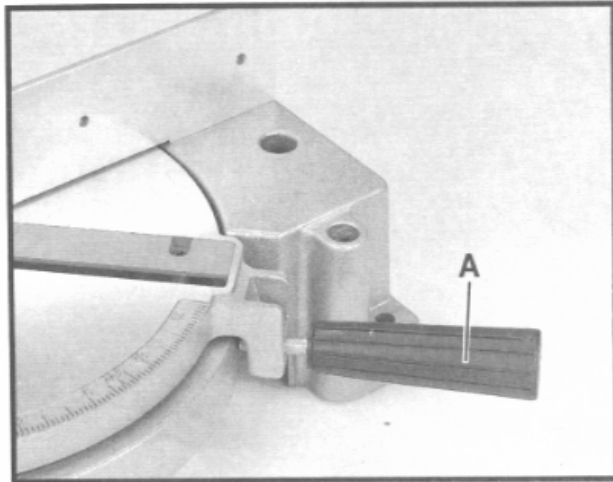
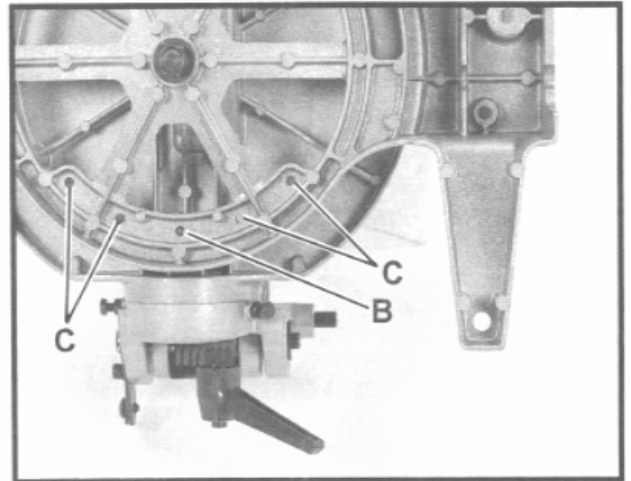

Fig. 13
Fig. 14
An der PROMAC Gehrungssäge kann der Sägetisch von 90° nach 45° links und rechts verstellt werden. Einfach nur den Drehgriff (A) Fig. 13, 2 Umdrehungen lösen und den Tisch in die gewünschte Gehrung stellen. Wichtig: Den Drehgriff (A) wieder festziehen.
Der Sägetisch ist mit positiv Einrastungen bei 90°, 22.5° und 45° links und rechts versehen. Einfach den Drehgriff (A) Fig. 13 2 Umdrehungen lösen, den Tisch in die gewünschte Gehrung schwenken, bis die Positivstop (B) und (C) Fig. 14 einrasten.